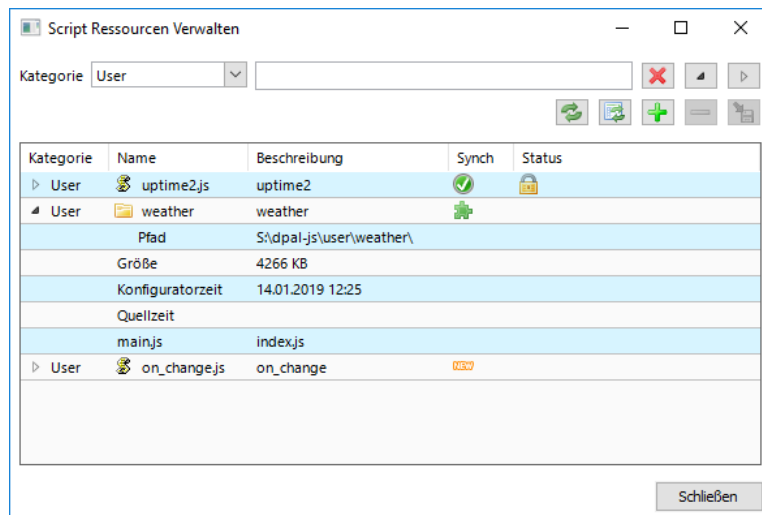

Abbildung 223: Dialog zum Verwalten von Skript-Ressourcen
- **Skript-Verzeichnis:** Dieses bezeichnet ein ganzes Verzeichnis, das eine Sammlung an Dateien enthält, die alle zusammen die Skript-Ressource bilden. Ähnlich wie bei einem npm-Modul muss eine Main-Datei angegeben werden. Das kann implizit per Namenskonvention erfolgen (index.js oder Verzeichnisname.js) oder explizit durch Angabe im package.json. Der Skript-Managementdialog zeigt die effektive Main-Datei in den aufklappbaren Details, wie in Abbildung 223 gezeigt.